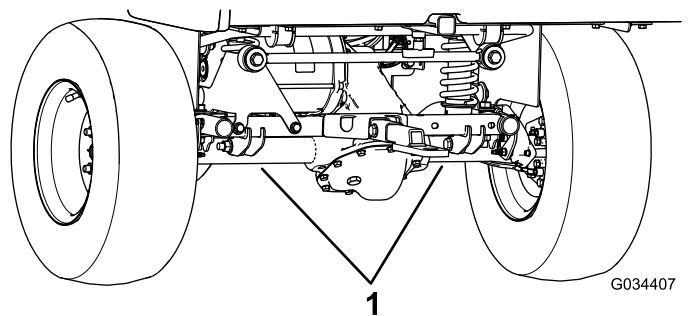

Figura 25
- Punctul de ridicare din partea din spate a mainii este situat sub tubul axului (Figura 25).